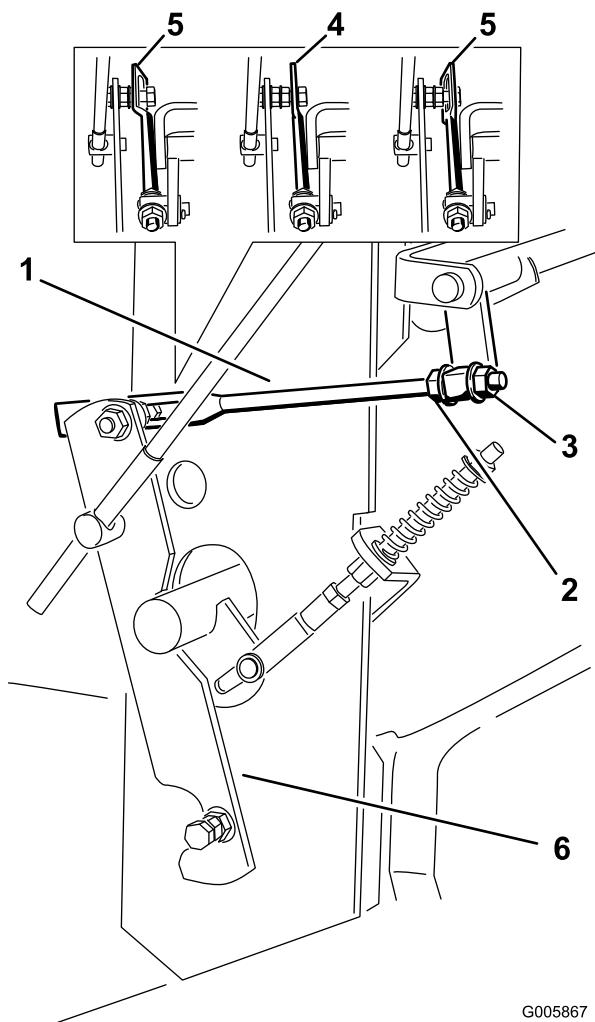
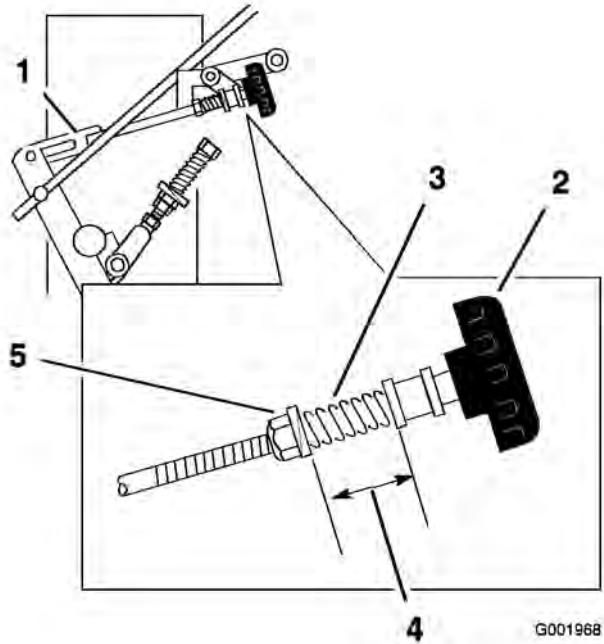
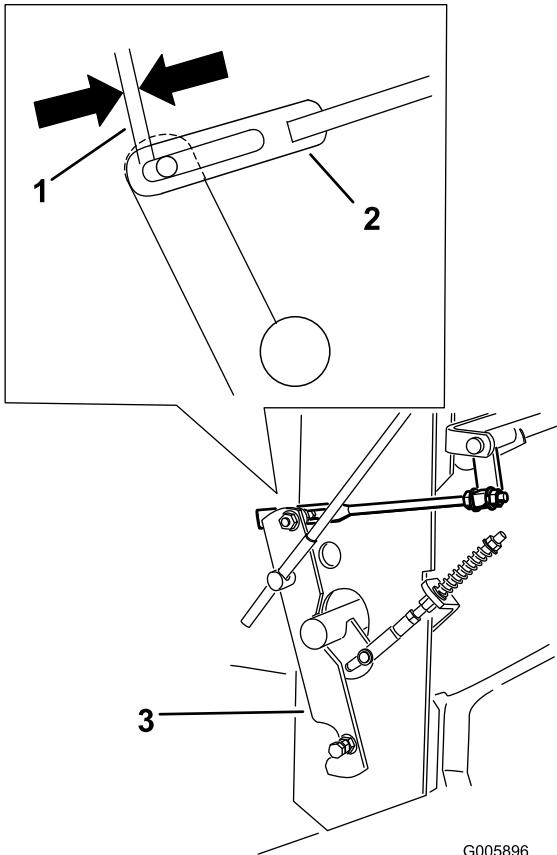

Figura 48
Figura 50
Figura 51
9. Afloje la tuerca de ajuste delantera del acoplamiento izquierdo del control hidráulico, según se muestra en Figura 48.
10. Gire la tuerca de ajuste izquierda trasera en el sentido contrario a las agujas del reloj hasta que la rueda gire hacia adelante (Figura 48).
hacia adelante y hacia atrás a punto muerto. Repita esto hasta que la rueda izquierda deje de girar hacia adelante (Figura 48).
Nota: Asegúrese de que la zona plana del acoplamiento quede perpendicular al pasador del pivote (Figura 48).
15. Apriete la tuerca delantera del acoplamiento izquierdo del control hidráulico, según se muestra en Figura 48.
4. Ajuste el acoplamiento del lado derecho girando el mando de ajuste de la dirección en el sentido contrario a las agujas del reloj hasta que la rueda empiece a girar hacia adelante (Figura 50).
- esto hasta que la rueda derecha deje de girar hacia adelante (Figura 50).
6. El muelle que mantiene tensado el mando no suele necesitar ajustes. No obstante, si es necesario ajustarlo, ajuste el muelle hasta que la distancia entre las arandelas sea de 26 mm (1 pulgada) (Figura 50).
7. Ajuste la longitud del muelle girando la tuerca de ajuste del muelle (Figura 50).
2. Mida la distancia ilustrada en Figura 51 en el lado derecho e izquierdo. No es necesario realizar ning n ajuste si son iguales.
3. Si es necesario, ajuste el acoplamiento del lado derecho girando el mando de ajuste r pido hasta que la distancia señalada en Figura 51 es igual que la del lado izquierdo (Figura 50).
4. Si es necesario, ajuste el acoplamiento del lado izquierdo girando las tuercas de pivote delantera y trasera hasta que la distancia señalada en Figura 51 es igual que la del lado derecho (Figura 48).